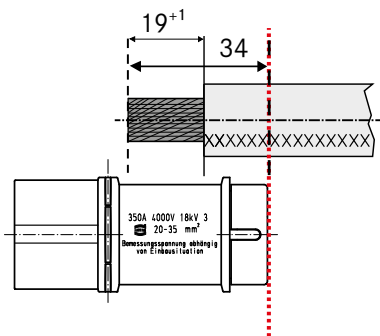

Abbildung IV-7: Anwendung der Kabelmarkierung beim Kabelanschluss
*Nötigenfalls mit Kabelmarkierung arbeiten, wie in Abb. IV-7, S. 40, beschrieben.*
Damit die Kegelschraube korrekt von der *Litze* umschlossen wird, muss der Anwender vor dem Anziehen sicherstellen, dass das anzuschließende Kabel richtig positioniert ist. Bringen Sie dazu eine Markierung auf dem Kabelmantel an: Ist das Kabel bis zur Markierung in den Isolierkörper eingeschoben – d.h., die Markierung schließt mit der Oberkante des Isolierkörpers ab –, befindet es sich in der korrekten Position und kann angeschlossen werden. Abbildung IV-7 erläutert die Vorgehensweise am Beispiel des Kontakts Han® HC Modular 350. Markierung und Oberkante des Isolierkörpers sind auf einer Höhe (angedeutet durch die rote Linie).